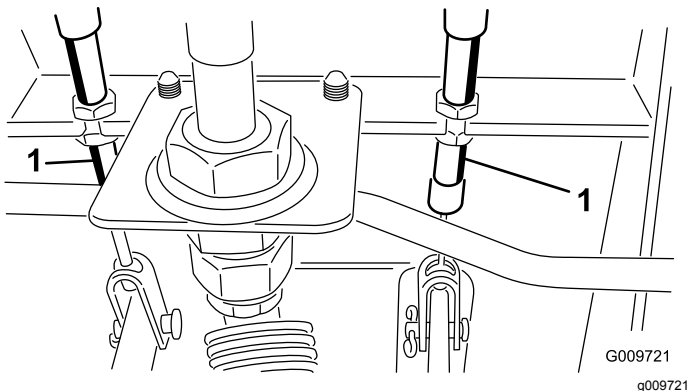

Figura 100
- A. Allentate il dado anteriore sull'estremità filettata del cavo del freno (Figura 100).